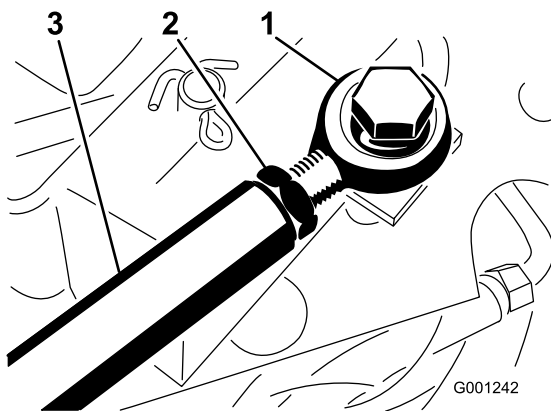

Figura 77
Se il pedale della trazione richiede ulteriore regolazione, regolate l'asta della trazione (Figura 77) come segue:
2. Allentate il controdado che fissa l'estremità dell'asta all'asta della trazione (Figura 77).
4. Serrate il controdado (Figura 77) e fissate l'estremità dell'asta al pedale della trazione con il bullone e il dado rimossi per bloccare l'angolo del pedale.